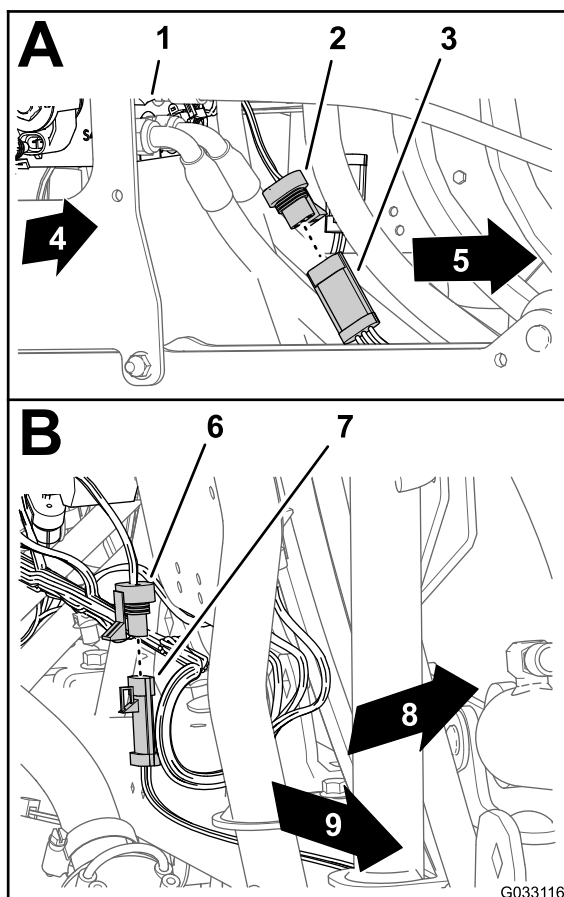

Рисунок 147
1. Подсоедините 3-гнездовой разъем жгута проводов комплекта ультразвукового выравнивания стрелы к 3-штыревому разъему кабеля правого ультразвукового датчика (вид А на Рисунок 147).
- Подсоедините 3-гнездовой разъем жгута проводов комплекта ультразвукового выравнивания стрелы к 3-штыревому разъему кабеля левого ультразвукового датчика (вид В на Рисунок 147).